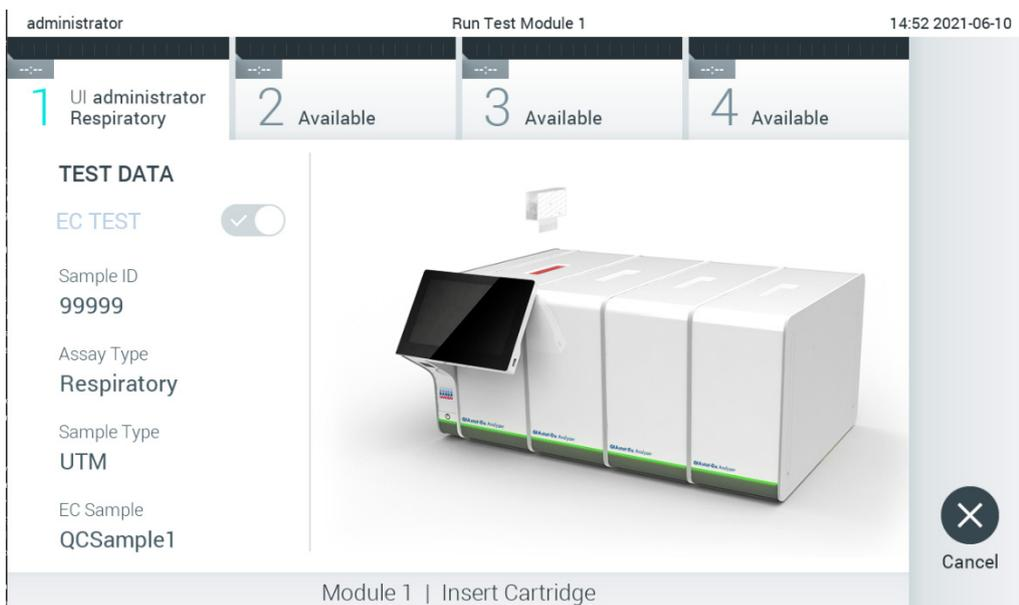

図 93. QIAstat-Dx アッセイカートリッジを QIAstat-Dx Analyzer 1.0 に挿入。
9. QIAstat-Dx アッセイカートリッジのスワブポートとメインポートのサンプル蓋がしっかり閉じてあることを確認します。QIAstat-Dx Analyzer 1.0 の上部のカートリッジエントランスポートが自動で開いたら、バーコードを左に、反応チャンバーを下に向けて QIAstat-Dx アッセイカートリッジを挿入します (図 93)。